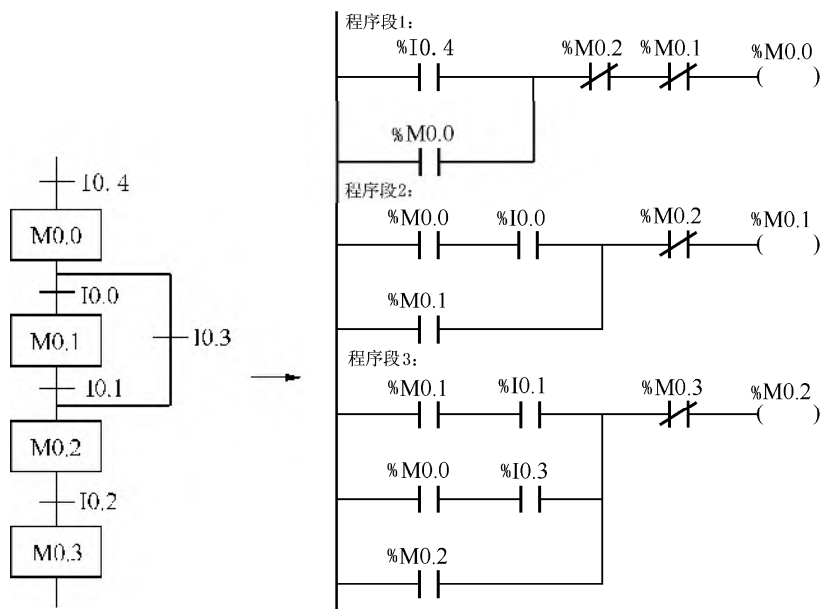

图 6-5 选择顺序
2) 选择顺序 选择顺序是指某一步后有若干个单一顺序等待选择,称为分支,一般只允许选择进入一个顺序,转换条件只能标在水平线之下。选择顺序的结束称为合并,用一条水平线表示,水平线以下不允许有转换条件,如图6-5所示。